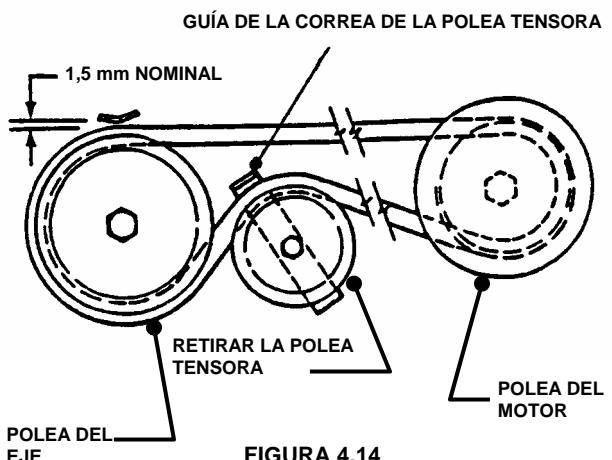

FIGURA 4.14
9. Pase la correa por encima de la polea del eje portacuchilla. Asegúrese que quede dentro de la guía para correa del eje portacuchilla y la guía de la polea tensora. Pase la correa como se muestra en la figura 4.14 o 4.15.
11. Ajuste la guía de la correa. Vea la figura 4.14 o 4.15. para los espacios libres de las guías de correa a correa.